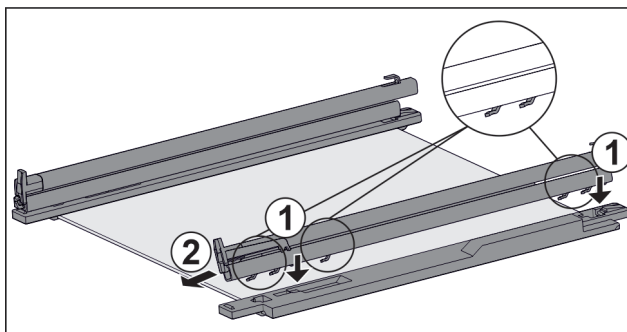

Fig. 100 Płyta szklana z szynami i elementami mocującymi
- ▶ Założyć haki szyny w otworach **lewego** elementu mocującego. Fig. 100 (1)
- ▶ Pociągnąć szynę do przodu. Fig. 100 (2)
- ▶ Założyć haki szyny w otworach **prawego** elementu mocującego. Fig. 100 (1)